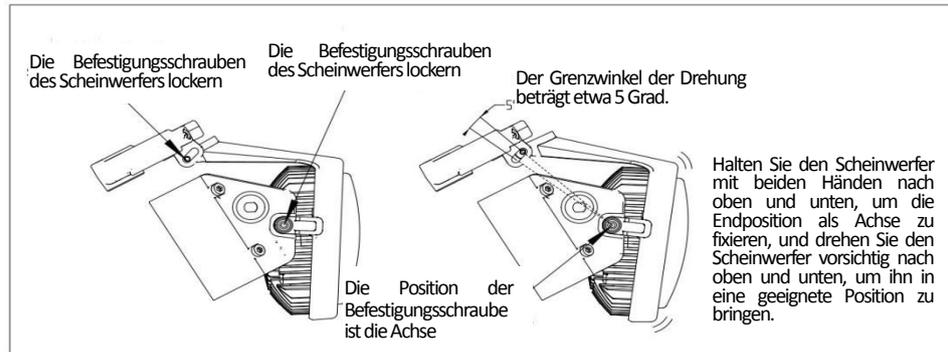

Abb.8
4.6. Einstellung des Scheinwerferneigungswinkels (Abbildung 8)